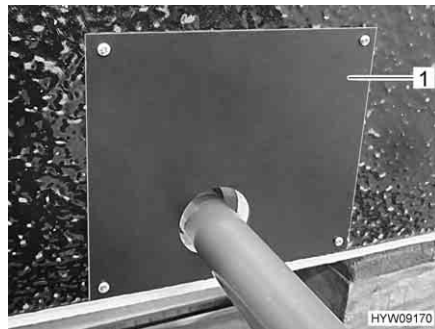

Fig. 153 Copertura (vano del serbatoio delle acque grigie)
- Rimuovere la copertura (Fig. 153,1) del serbatoio delle acque grigie.
- Posizionare la copertura (Fig. 153,1).